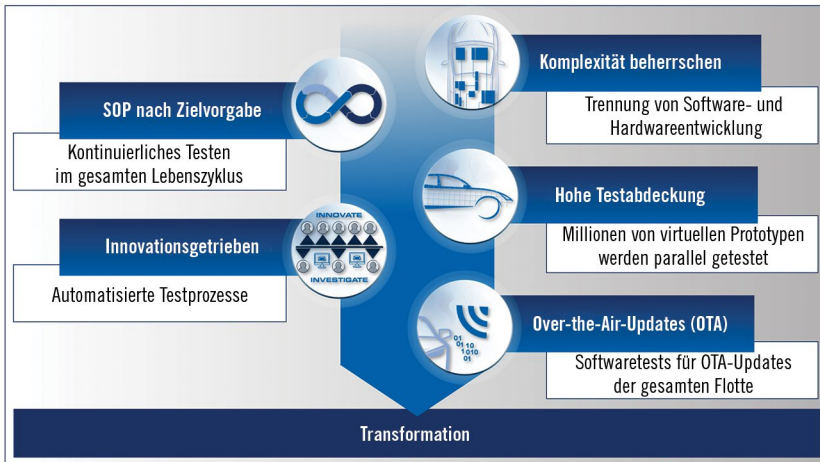

BILD 1 Anforderungen an einen modernen Entwicklungsprozess (© IPG Automotive)
ware in zukünftigen Fahrzeugen unausweichlich ist, **BILD 1**. Grundsätzlich müssen etablierte Methoden aus der modernen Softwareentwicklung ein fester Bestandteil der Automobilentwicklung werden. Der Einsatz virtueller Prototypen (VP) erlaubt hochautomatisierte Tests von Fahrfunktionen über Millionen